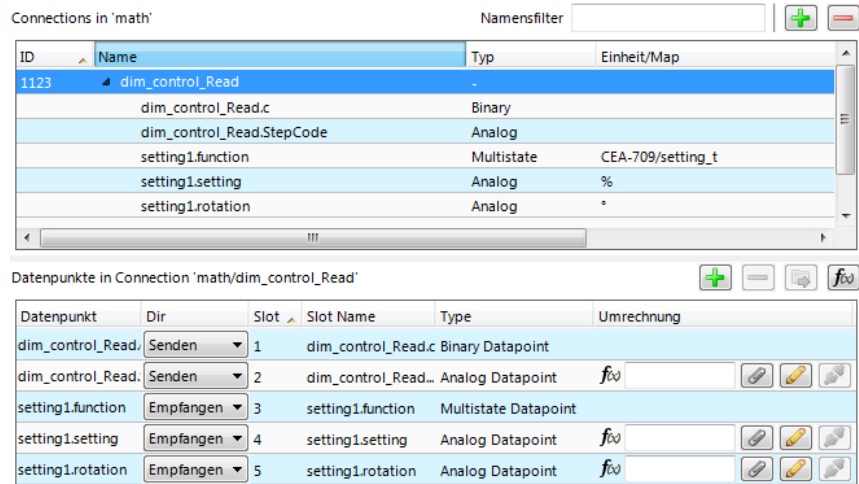

Abbildung 51: Multi-Slot Connection für einen Mathematik-Block-Adapter.
2. Dann fügen Sie Ausgänge als Slots zur Multi-Slot Connection hinzu, z.B. durch Anfügen eines strukturierten Ausgangsdatenpunktes. Ein Beispiel dazu ist in Abbildung 51 gezeigt.